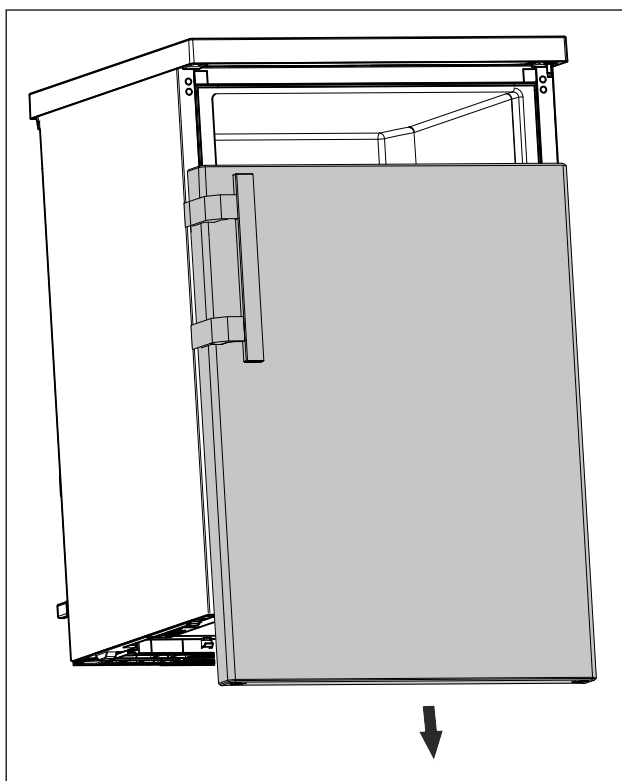

Fig. 12
- Ta av dörr neråt. (se Fig. 12)